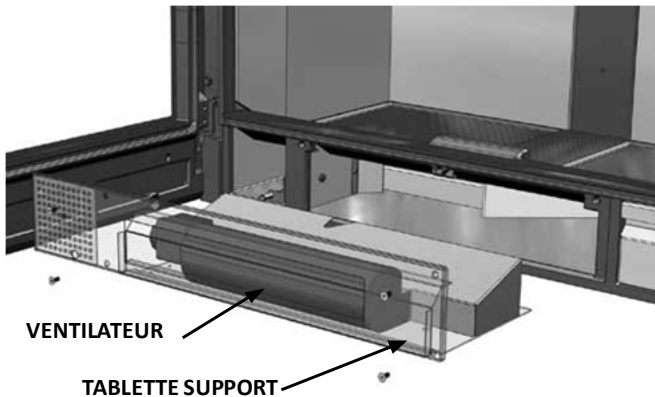

FIG. 2 - Nature 100
2. Une fois desserrés les 4 vis (**deux pour les versions Nature 70 / 80**) extraire la tablette qui supporte le ventilateur (Fig.2). Veiller à ne pas couper ou endommager le câblage au moment de sortir la tablette.